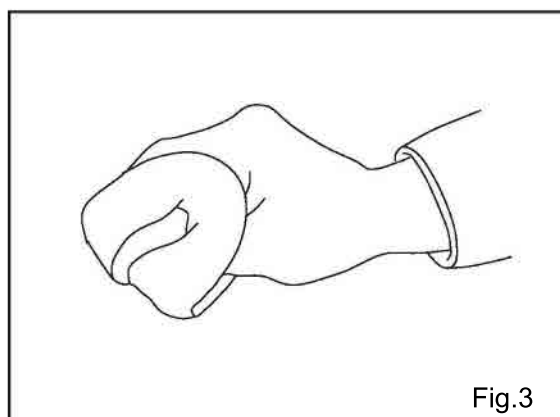

Fig.3
- Laissez l'élément du filtre à air sécher complètement. Une fois sec, appliquer une goutte d'huile moteur sur l'élément du filtre à air. Presser l'élément (Fig. 3) pour répartir l'huile uniformément.